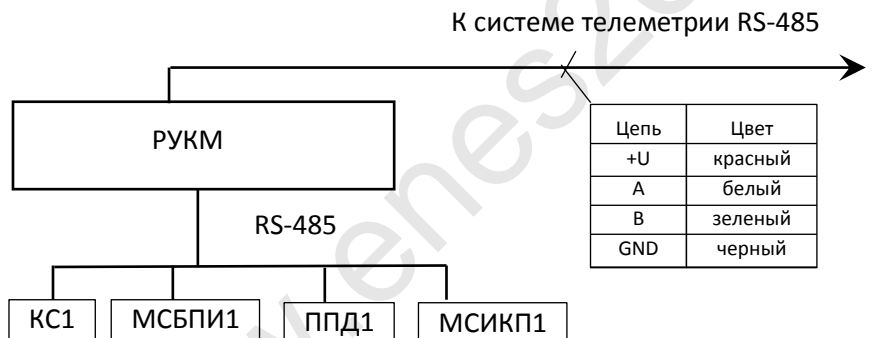
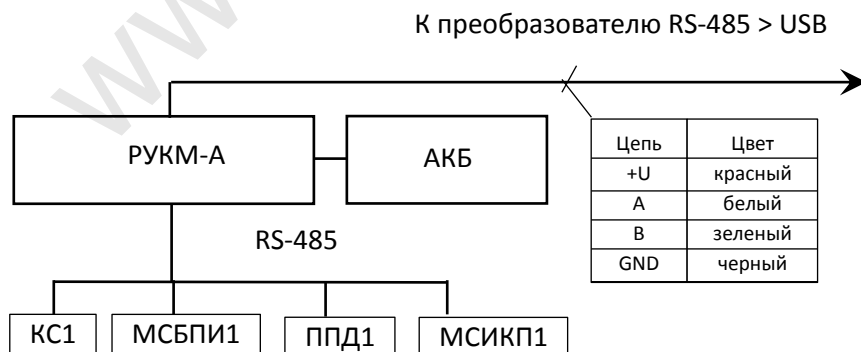

Рисунок 3 – Схема подключения к каналу связи
Рисунок 4 – Схема подключения с автономным питанием
7.2.1 Схема внешних соединений РУКМ при питании от сети приведена на рис.3, при автономном питании – на рис.4.